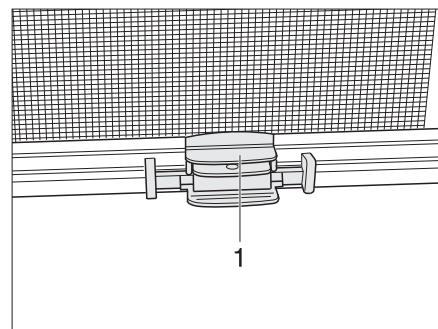

Bild 50 Rollo
- Abschluss-Stab (Bild 50,1) des Insektenschutzrollos in der Mitte greifen und zum Abschluss-Stab des Verdunklungsrollos führen.
- Abschluss-Stab (Bild 50,1) des Insektenschutzrollos halten und Rastklinge betätigen.